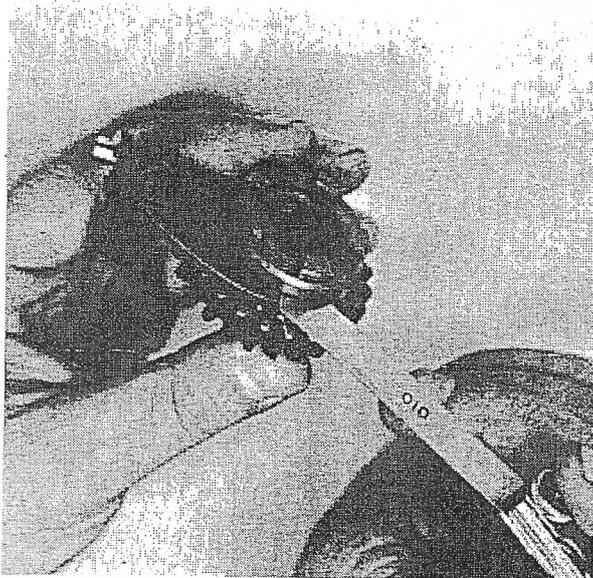

FIG.42
10. Utiliza un par de alicates de puntas para quitar los clips de seguridad que están a ambos lados del eje porta horquillas, saca las tres horquillas del eje. Coge la horquilla de la primera y tercera marcha y colócala dentro del piñón deslizante en el eje primario. Ten cuidado de no ponerla boca abajo. Utilizando una galga, mide la separación entre la zona de empuje de la horquilla ( la punta de la horquilla) y el interior de la ranura del piñón (Fig 42). Comprueba ambas puntas y ambos lados de la horquilla. Si puedes meter una galga mayor de 0.5 mm (0.02") en cualquiera de los sitios, cambia la horquilla. Repite el proceso con las demás horquillas colocándolas en su piñón o cruceta correspondiente y midiendo la separación.